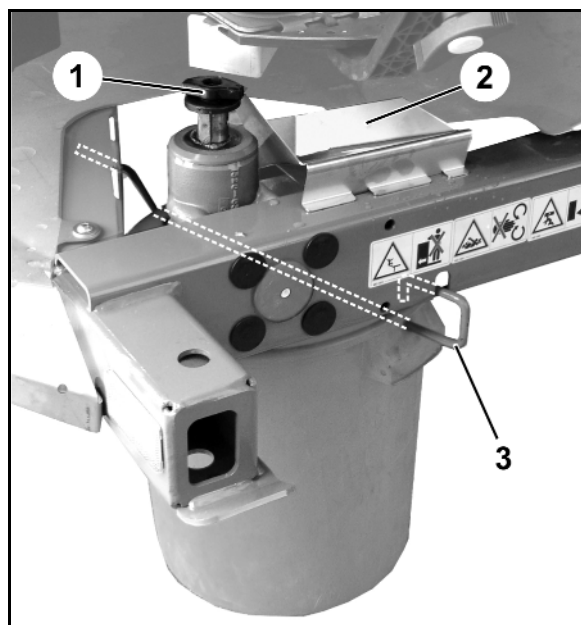

Fig. 54
- 2.1 Skru vingeskruen (Fig. 54/1) til fastgørelse af spredeskiven ud, og træk spredeskiven af drivakslen.
3. Hægt gødningsslisken (Fig. 54/2) på rammen.
4. Hægt opfangsbeholderen på rammen ved hjælp af bøjlerne (Fig. 54/3) som vist.